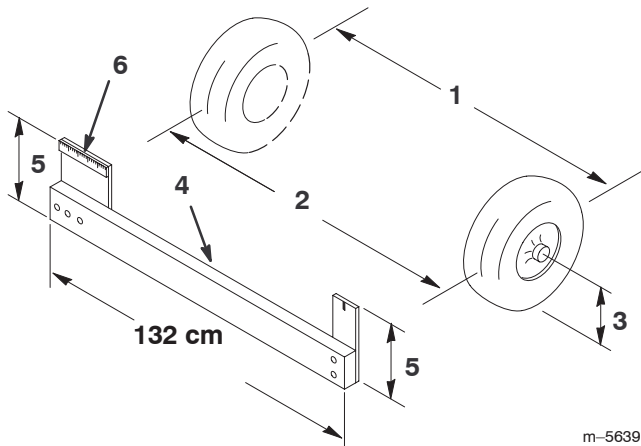

Bild 51
- Messen Sie den Abstand zwischen beiden Vorderreifen auf Achshöhe (an der Vorder- und Rückseite der Vorderreifen) (Bild 51). Eine Messlehre ist für das hintere Maß der Vorderreifen auf Achshöhe erforderlich. Benutzen Sie das gleiche Maß für das genaue Vermessen der Vorderseite der Vorderreifen auf Achshöhe (Bild 51).